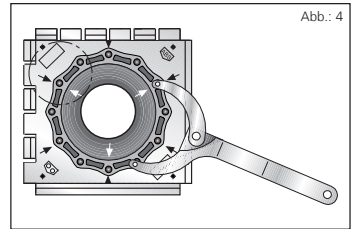

Abb.: 4
Danach wird die rote Spannmutter von Hand oder dem Gelenkstirnlöchlüssel SLS 6G(D) nach rechts so fest angezogen bis sie an der Dichtpackung anliegt (siehe Abb.: 4).